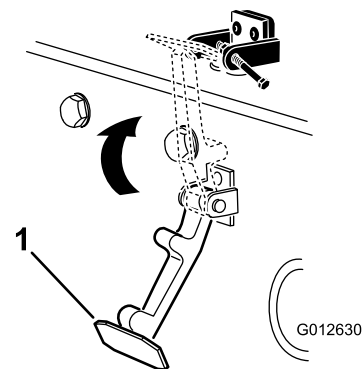

Figure 14
6. Accrochez le loquet du capot sur son support (Figure 14).